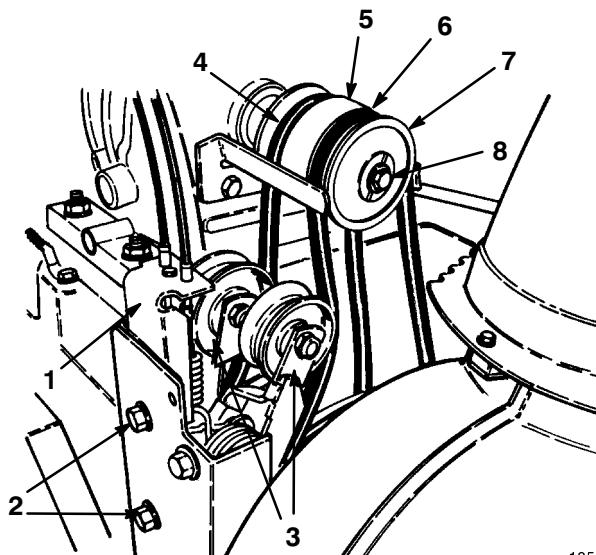

Figure 31
Si les courroies d' entraînement de tarière/roue hélice (Fig. 31) sont usées, imbibées d' huile ou endommagées de quelque autre manière, remplacez-les par une courroie neuve.
- 4. Enlevez les deux boulons à tête à embase qui fixent l'ensemble poulie folle au bâti du moteur et déposez l'ensemble poulie folle (Fig. 31).**
- 5. Enlevez la vis d' assemblage et la rondelle de blocage qui fixent la demi-poulie à gorge à l'avant de l'ensemble poulie (Fig. 31).**
6. Déposez la demi-poulie à gorge et la courroie de tarière/roue hélice du vilebrequin et déposez la courroie de la poulie de roue hélice (Fig. 31).
7. Si la courroie d' entraînement de traction doit être remplacée, déposez la partie centrale de la poulie et la courroie du vilebrequin, puis déposez la courroie de la poulie (Fig. 31).
9. Si vous remplacez la courroie d' entraînement de traction, installez-la autour de l' entraînement de traction et de la partie de poulie centrale, et glissez cette dernière sur le vilebrequin (Fig. 31).
10. Installez la courroie sur la poulie folle (Fig. 31).
11. Installez la courroie d' entraînement de tarière/roue hélice autour de la demi-poulie à gorge et glissez cette dernière sur le vilebrequin (Fig. 31).
13. Installez l' ensemble poulies folles sur le bâti du moteur et fixez-le avec les deux boulons à tête à embase (Fig. 31).